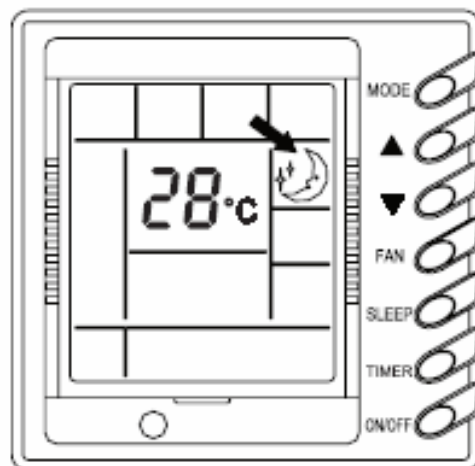

Fig. 19
1.3 Ajuste do Modo Sleep (Fig.19)